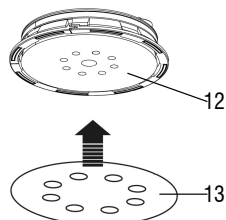

Fig. 3 – Colocando e trocando o disco de lixa
Coloque o disco de lixa (13) no centro da base da lixa (12) (Fig. 3);